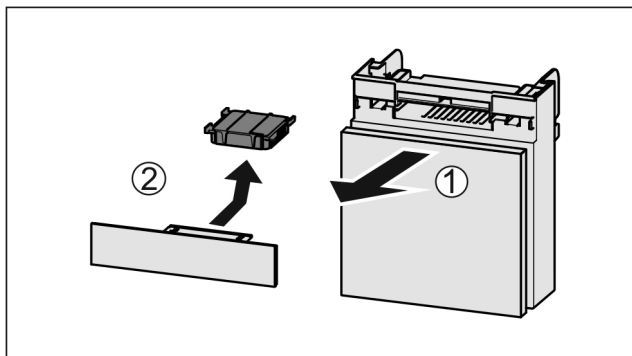

Fig. 179
- ▶ Tërhiqni kutinë nga përpara Fig. 179 (1).
- ▶ Hiqni filtrin me karbon aktiv Fig. 179 (2).